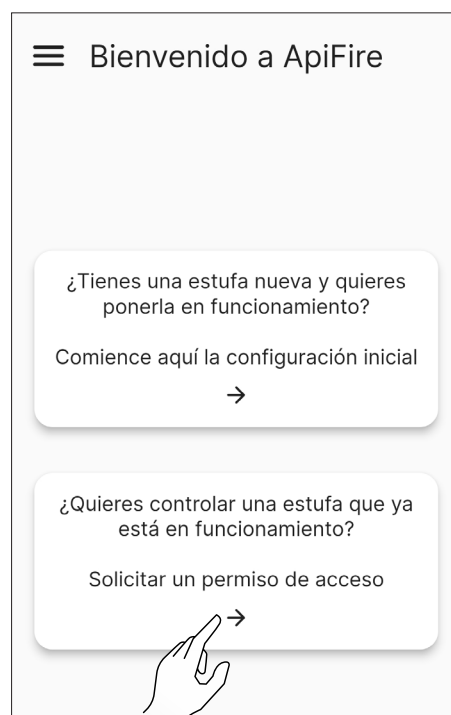

Fig. 8.27
- seleccione la opción «¿Deseas controlar una estufa que ya está en funcionamiento?» (Fig. 8.27)